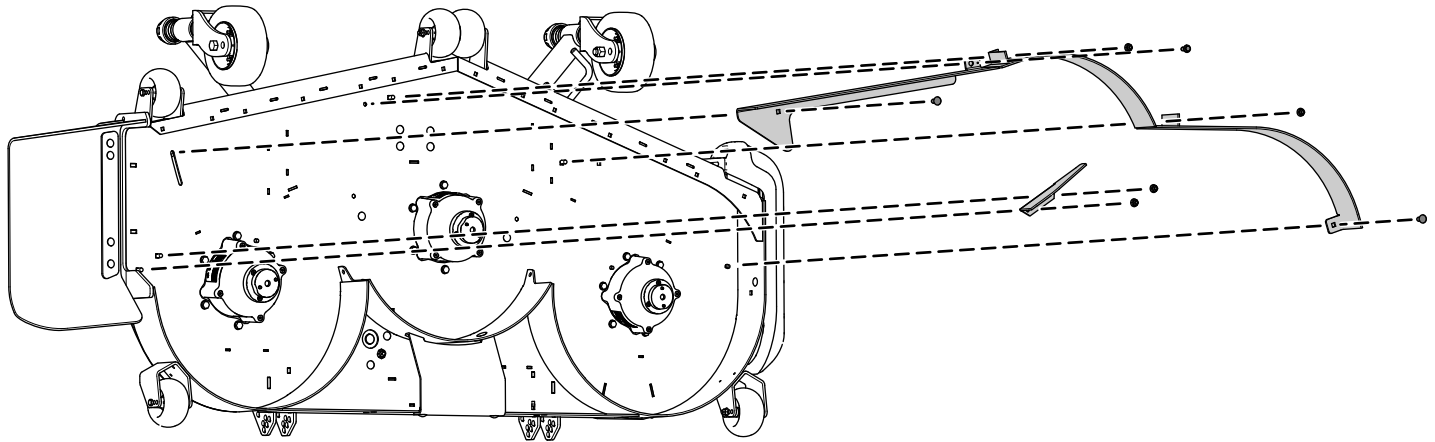

Figura 2
1. Retire as 2 porcas flangeadas que seguram os abafadores no lugar (Figura 2).
2. Retire os 2 parafusos e 2 porcas do abafador de fluxo ajustável (Figura 2).
3. Retire os 3 parafusos e 3 porcas que seguram os abafadores no lugar (Figura 2).